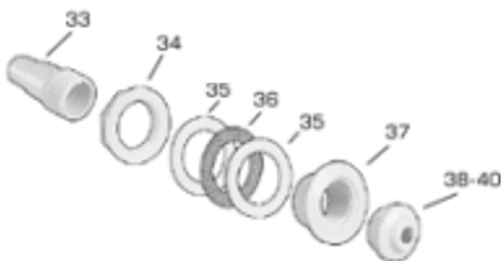

Abb. 22 Einlass (Einströmdüse)
- Zerlegen Sie die Einströmdüse, das ist jene mit der Kugelverschraubung (Abb. 22).